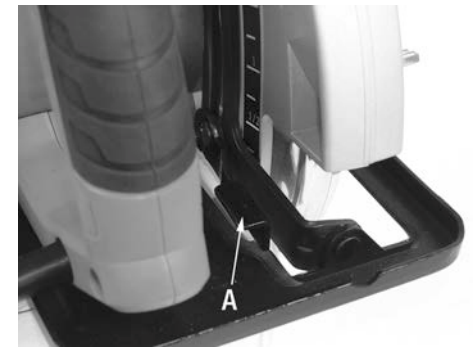

FIGURE 6
Ajustez la profondeur de la coupe en soulevant le levier (A) Fig.6 vers le haut. Pivotez la plaque de glissement à la profondeur désirée et abaissez le levier pour verrouiller.